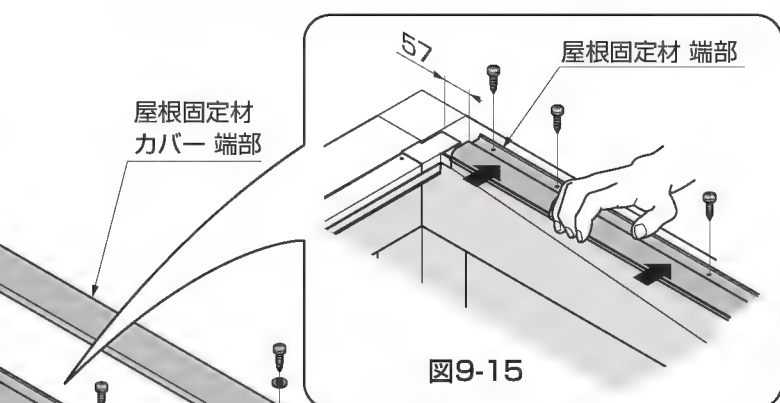

図9-15
- ① 屋根固定材端部、屋根固定材中間の取付け位置を確認して【3-1】でフレーム、中間フレームに取付けてください。（図9-14、図9-15参照）
● 図9-14、図9-15の屋根固定材の位置を確認してください。屋根固定材カバーの取付けができなくなる場合があります。